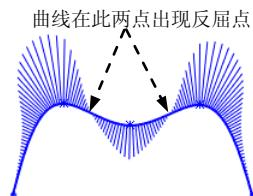

图 6.3.6 曲率图 (二)
- 从曲率图上看，曲线上尽量不要出现图 6.3.6 所示的反屈点。